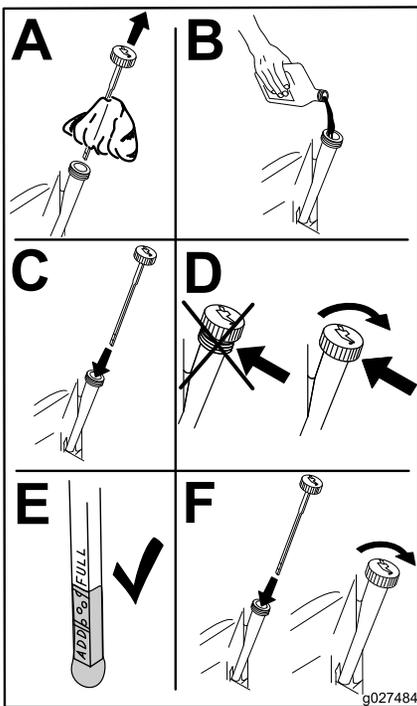

Figura 39
6. Vierta lentamente un 80% aproximadamente del aceite especificado por el tubo de llenado, luego añada lentamente el resto del aceite hasta que llegue a la marca **Full (Lleno)** (Figura 39).